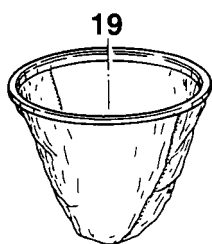

Abb. 3
- Dazu muss der Polyester Nadelfilz Filter und Papierfilter entfernt werden (**Bild 3**). Ist der Behälter voll, schließt die Kugel des Schwimmerventiles den Saugkanal. Die Saugleistung sinkt stark ab und das Motorgeräusch steigt.
(Bild 3)
Der Polyester Nadelfilz Filter (*Abb. 3*) dient dazu, Staub und Partikel festzuhalten. Ist der Filter verschmutzt, bitte sorgfältig ausklopfen. **NICHT auswaschen**, da ansonsten die Antihafbeschichtung an Wirksamkeit verliert und die Filterleistung nicht mehr gegeben ist. Beim Einsetzen des Filters ist darauf zu achten, dass der Filter gut Behälterrand fest aufsitzt und beim Schließen des Behälters (Aufsetzen und Spannen des Oberteils) nicht beschädigt wird (*Abb. 9*).